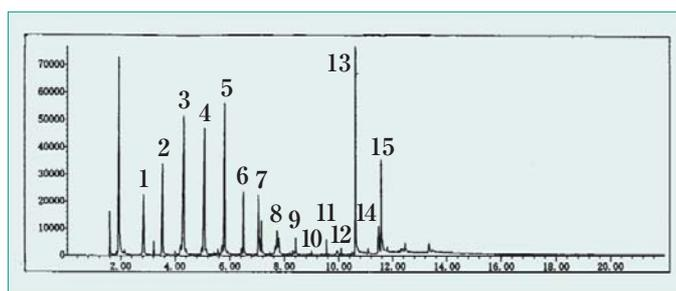
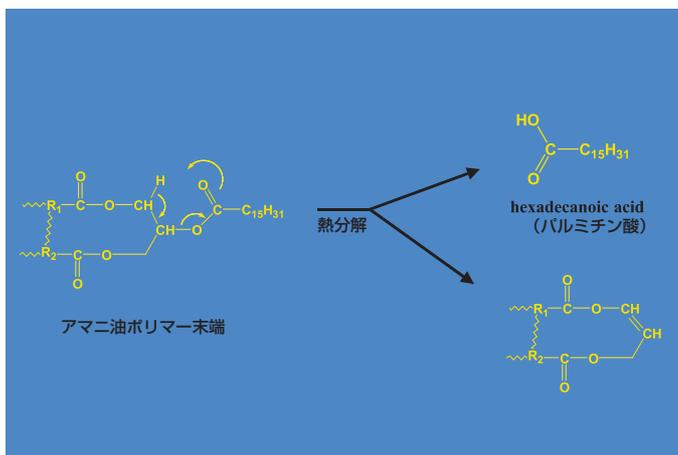

図3. マスキロマトグラム (m/z 60、加熱炉温度400℃)
図4. hexadecanoic acidの熱分解生成機構
60)の溶出時間から一連の脂肪酸が確認できた(図3)。これらの脂肪酸はbutanoic acidからoctadecanoic acidまでの脂肪酸であることがマススペクトルより判明した。これらのクロマトピークパターンはhexadecanoic acidやoctadecanoic acidの成分強度が高くなっており、アミノ油膜などの乾性油膜における熱分解結果とよい一致を示した。一例として図4にhexadecanoic acidの熱分解生成機構を示した。